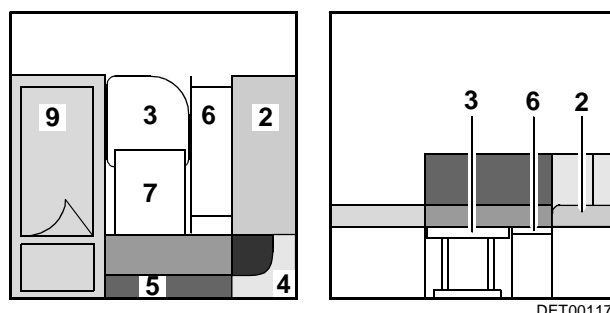

Fig. 67 Pendant la transformation
- Poser la planche supplémentaire (Fig. 67,7) entre la table et le coffre de banquette.
- Retirer le coussin de dossier (Fig. 67,1 et 4).
- Soulever le coussin d'assise (Fig. 67,2) et le poser sur la rallonge du coffre de banquette (Fig. 67,6).